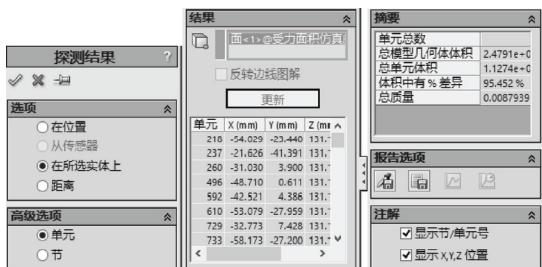

图 9-54 “列举所选”操作结果
- **列举所选**：列表显示所选位置处的“单元”或“节”信息，如图 9-54 所示。